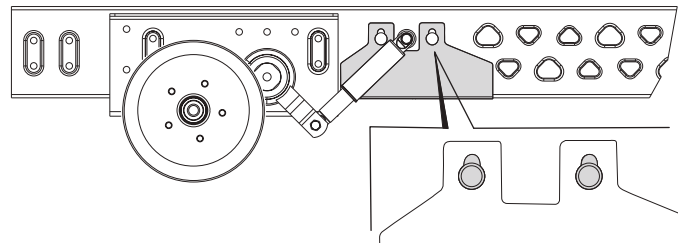

Fig. 15
- Convient aux caravanes jusqu'à 2000 kg avec châssis Knaus Tabbert / Dyonic AB3 avec une épaisseur du cadre inférieure à 2,8 mm (Fig. 15).